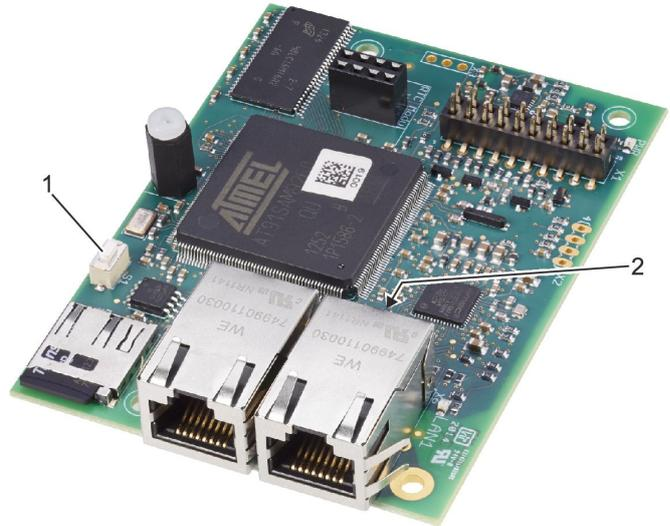

Abb. 1: Reset-Taster
Über den Reset-Taster (Abb. 1/1) kann lediglich zwischen zwei IP-Konfigurationen und dem Auslieferungszustand gewählt werden.
Auf dem Erweiterungsmodul EM-IP ist ein Reset-Taster (Abb. 1/1) angebracht.
- ▶ Reset-Taster (Abb. 1/1) kurz (max. 4 Sekunden) betätigen und wieder lösen.
- ⇒ Die Status-LED (Abb. 1/2) zeigt für 2 Sekunden die Farbe Rot an, danach erfolgt der Neustart.
In der Startphase zeigt die Status-LED (Abb. 1/2) dauerhaft die Farbe Orange an.
- ▶ Reset-Taster (Abb. 1/1) für min. 5 Sekunden und max. 9 Sekunden drücken (nicht länger als 9 Sekunden).
- ⇒ Die Status-LED (Abb. 1/2) blinkt nun grün und das Erweiterungsmodul EM-IP wird bis zum nächsten Neustart auf die Default IP-Adresse (169.254.0.1) gesetzt.
- ▶ Reset-Taster (Abb. 1/1) für min. 10 Sekunden und max. 14 Sekunden drücken (nicht länger als 14 Sekunden).
- ⇒ Die Status-LED (Abb. 1/2) blinkt grün/rot abwechselnd, sobald der DHCP-Server aktiviert ist.
- ▶ Reset-Taster (Abb. 1/1) für mehr als 15 Sekunden drücken.
- ⇒ Die Status-LED (Abb. 1/2) blinkt orange.